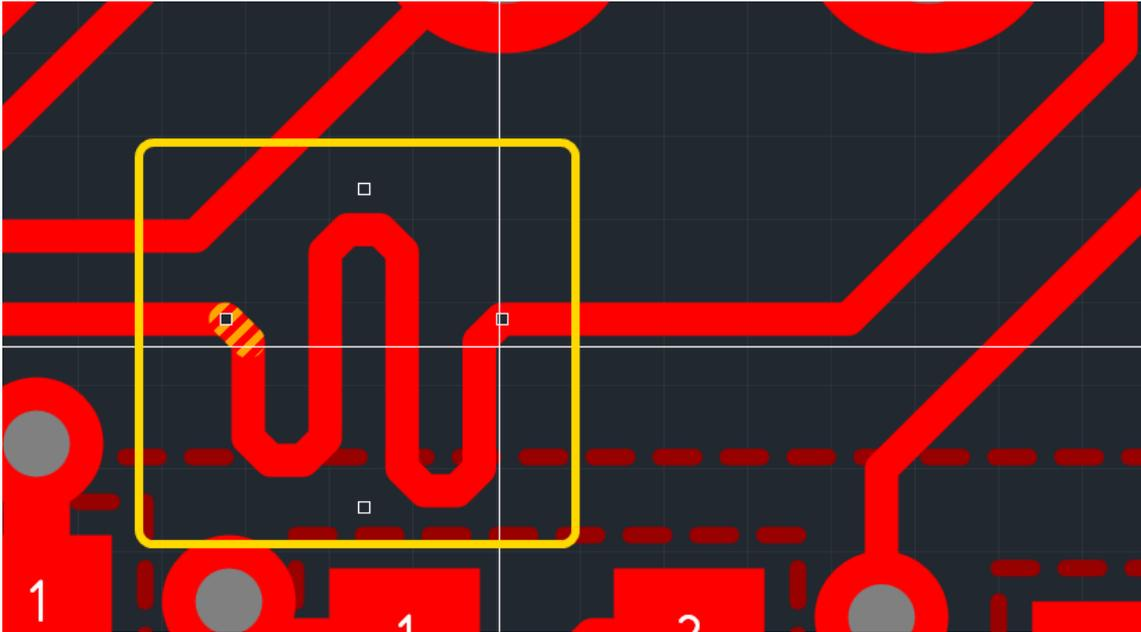

Рис. 80. Изменение области размещения меандра
3. Нажать левую кнопку мыши и, удерживая ее, переместить курсор, определяя тем самым новые границы области размещения, см. Рис. 80. Изменения меандра будут отображаться на экране.